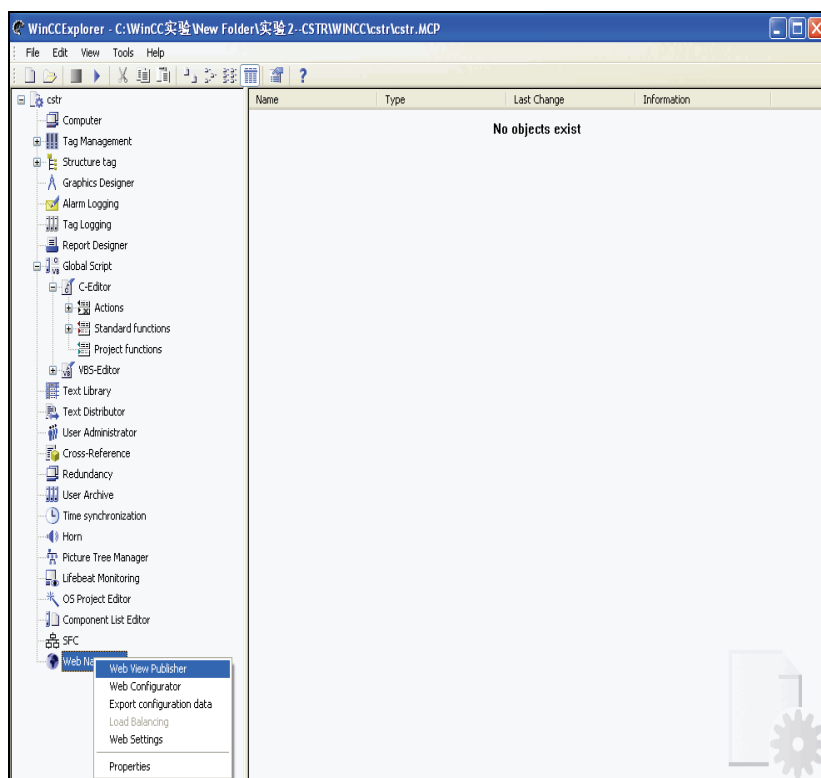

图 15-8 Web 浏览发布者选择
1) 在 WinCC 项目的浏览窗口选择“Web Navigator”，右键单击并选择“Web View Publisher”，如图 15-8 所示。